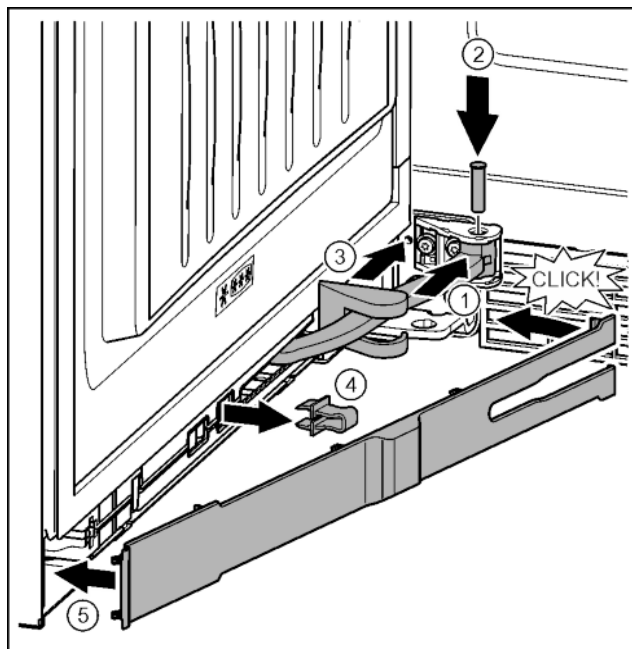

Fig. 38
- ▶ Повернуть шарнир в навеску. Fig. 38 (1)
- ▶ С помощью отвертки T15 вставить палец в навеску и шарнир. При этом следить за тем, чтобы выступ фиксатора занимал правильное положение в пазу. Fig. 38 (2)
- ▶ Переместить крышку опорного кронштейна вдоль шарнира и установить над навеской. Fig. 38 (3)
- ▶ Снять предохранитель. Fig. 38 (4)
- ▶ Установить накладку со стороны ручки и повернуть. Fig. 38 (5)